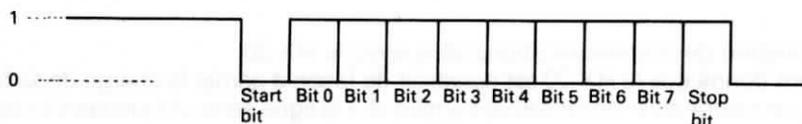

Fig. B-1 Format des données pour les communications asynchrones
- (1) Avec une transmission asynchrone des données, un bit de départ (0) est joint au début des données envoyées pour signaler que la transmission a commencé. Comme l'indique la Fig. B-1, le niveau de la ligne est maintenu à "1" quand il n'a pas de données ; le début d'une transmission de données est indiqué par la baisse du niveau de la ligne au "0".